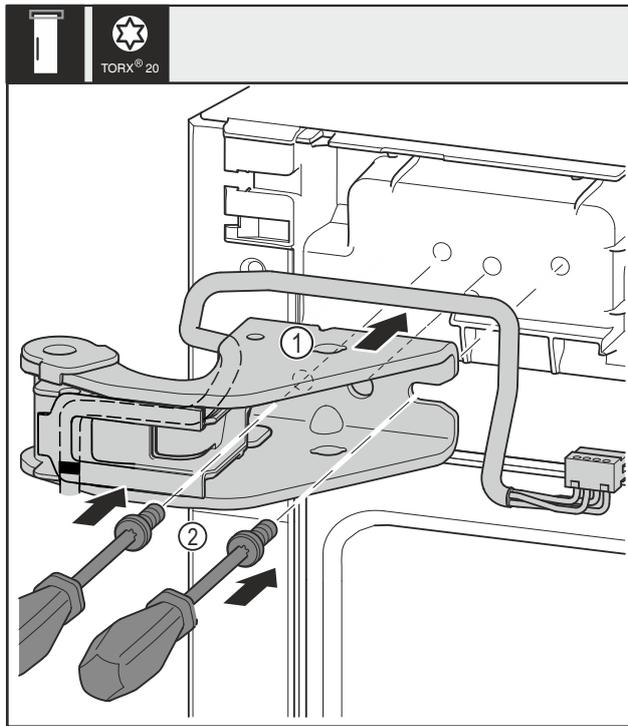

Fig. 31
- ▶ Applicare il blocco di supporto superiore Fig. 31 (1).
- ▶ Inserire le viti Fig. 31 (2) con un cacciavite e serrarle.